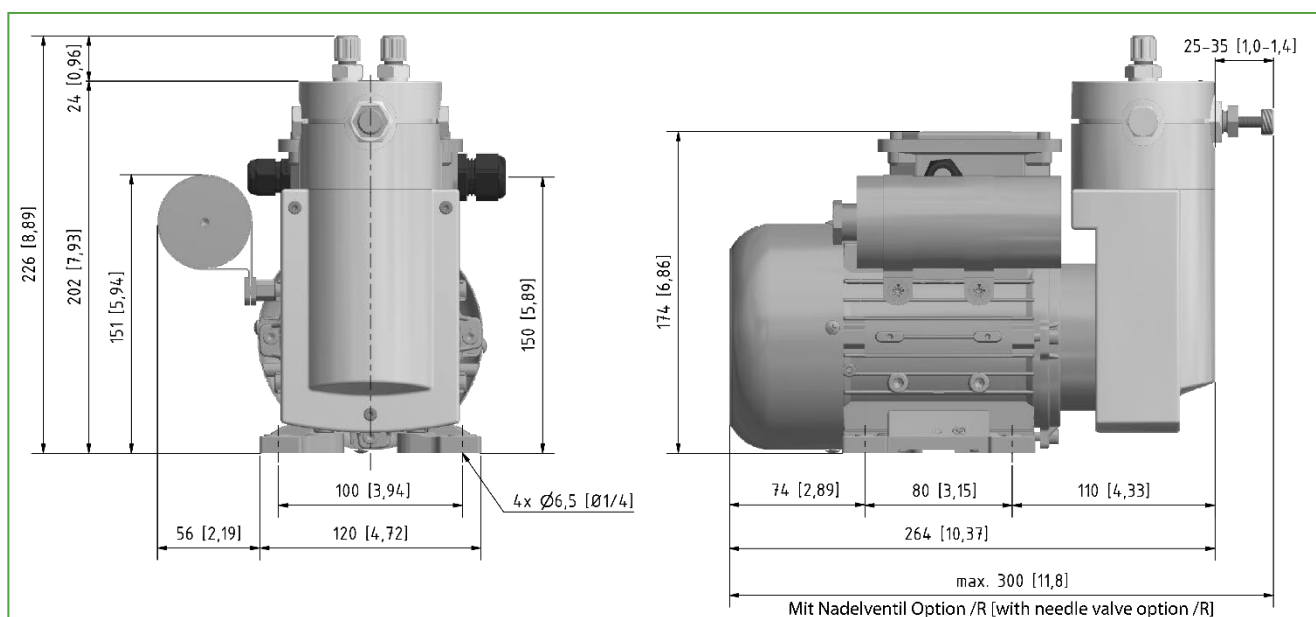

Abbildung 4 Abmessungen MP-F.../R/EX
- Pumpe über die vier 6,5 mm Bohrungen im Pumpenfuß, wenn mit Vibrationen zu rechnen ist zusätzlich mit Schwingmetallen, fest mit dem Untergrund verschrauben. Die Montageabmessungen sind Abbildung 4 zu entnehmen. Damit die Pumpe ausreichend Kühlluft ansaugen kann muss sie mit einem Abstand von mindestens 40 mm zur Wand montiert werden.